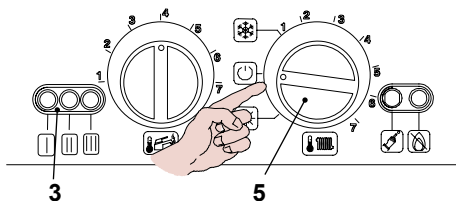

рис. 6.5
- Выключите котел, установив переключатель функций 5 (рис. 6.5) в положение "О", как на рисунке.